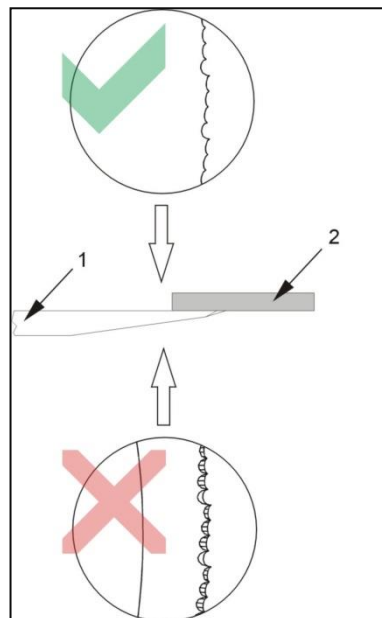

Abb. 6-10
- Schärfen Sie nur die glatte Seite des Kreismessers ohne Mikroverzahnung (Abb. 6-10).